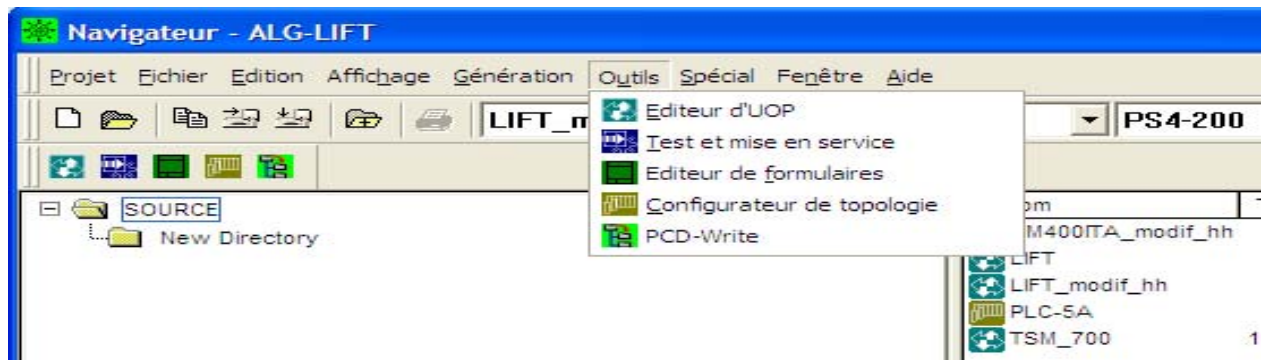

Figure A1
- Après avoir lancé le logiciel « sucosoft », vous accédez au navigateur (figure A1). Choisissez l'option →outils →test et mise en service (figure A1).